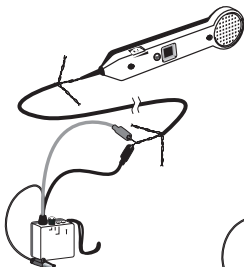

Figura 2a.
- a. Identificación de par, a los 2 alambres del par. Vea la Figura 2a.